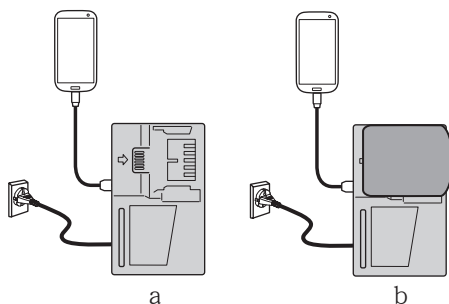

图18
- 将USB设备插入插座进行充电。(图18-a)
- 将USB设备和电池插入插座进行充电。(图18-b)